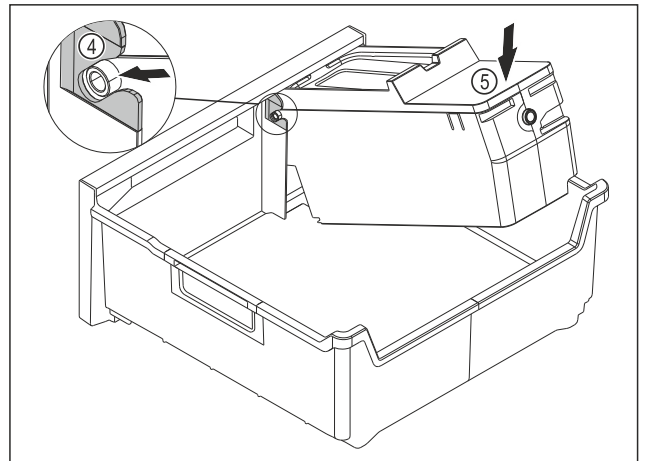

Fig. 82
- ▶ Montare il corpo dell'EasyTwist-Ice: Inserire gli assi del corpo dell'EasyTwist-Ice nelle guide Fig. 82 (4).
- ▶ Spingere il corpo dell'EasyTwist-Ice Fig. 82 (5) posteriore verso il basso.